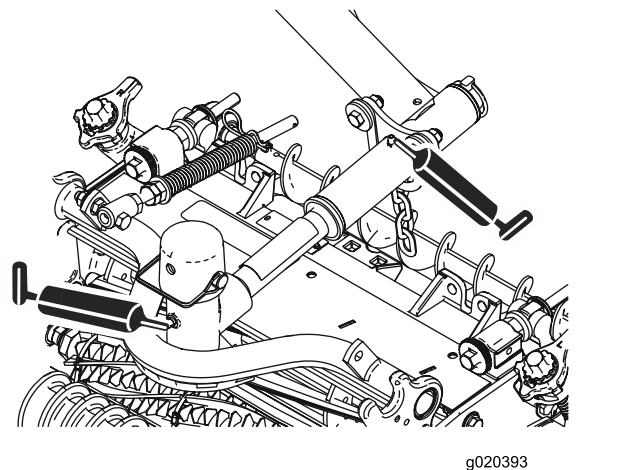

Bild 48
- Mähwerk-Drehzapfen (2 Stück), siehe Bild 48.